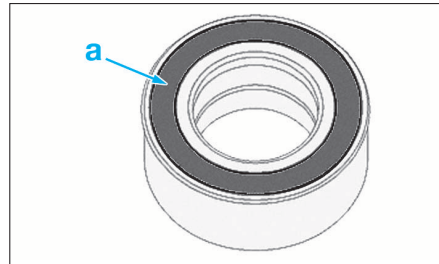

FIG. 38
- Préparer el roulement face "a" côté arbre de transmission (Fig.38).